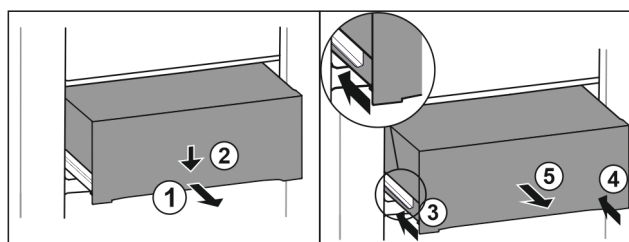

Fig. 188
- ▶ Витягніть ящик на половину. Fig. 188 (1)
- ▶ Спрямуйте висувний ящик вниз спереду. Fig. 188 (2)
- ▶ Вставте ліву рейку приблизно на 2 см. Fig. 188 (3)
- ▶ Вставте праву рейку приблизно на 2 см. Fig. 188 (4)
- ▶ Вийняти висувний ящик рухом вперед. Fig. 188 (5)